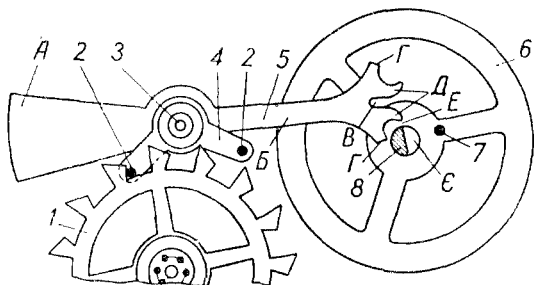

Рис. 66. Деталі вузла ходу і балансу;
балансу повинна знаходитися в межах  $200\text{--}270^\circ$ . Коли ж амплітуда коливань балансу перевищує ці показники, то виникає небезпека «пристукування» штифта імпульсу 7 об обмежники вилки Г (рис. 66).
3. Анкерна вилка *Б* робить на своїй осі *З* короткі коливання в один і другий боки; одержавши імпульс від зубця анкерного колеса, анкерна вилка передає його балансу за допомогою різьки *Д* і штифта імпульсу *Г* (див. рис. 66).
7. Паз осі балансу *Є* служить для вільного пропускання вилки (див. рис. 66).
**Правило.** Ріжки вилки *Д* (див. рис. 66) в момент вільного коливання балансу не повинні дотикатися осі балансу *В*.
Ріжки вилки *Д* мають проходити через паз осі балансу *Е* вільно, не дотикаючись до боків пазу, або, що ще гірше, його дна. Латунна вилка легко випрямляється в потрібний бік. Якщо вилка коротка, відбудеться перекидання вилки, тобто вилка опиниться на-другому боці осі балансу і годинник зупиниться. Здовжувати або укорочувати вилку треба в точці вигину *Б* (рис. 66).
Регулювання треба провадити при заведеній пружині ходу на 3,5—4 оберти. Якщо баланс зробить більше, ніж 200 коливань за хвилину, годинник поспішає, менше — відстає. Підрахування коливань балансу, якщо секундна стрілка відсутня, можна провадити «на слух», прислухаючись до звуку ударів в годиннику, або ж, спостерігаючи і відлічуючи коливання противаги анкерної вилки (рис. 66, А). Два коливання противаги дорівнюють двом коливанням балансу, отже, якщо противага зробить понад 200 коливань за хвилину, це означає, що годинник поспішає, меншу кількість коливань — відстає. Неточність добового ходу будильника в межах 10—15 хвилин регулюється градусником.